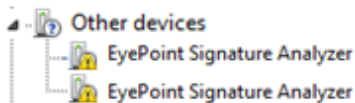

Рисунок 6. Отображение устройств в диспетчере устройств
6. Если поиск драйверов завершился неудачей, найдите в «Диспетчере устройств» раздел «Другие устройства», в нем отобразятся два устройства EyePoint Signature Analyzer (Рисунок 6).